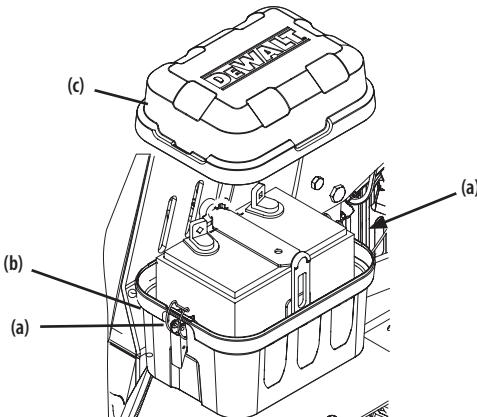

Figura 5
- Suelte las dos trabas que sujetan la tapa de la batería (a) a la caja de la batería (b) y quite la tapa de la caja de la batería (c). Consulte la Figura 5.